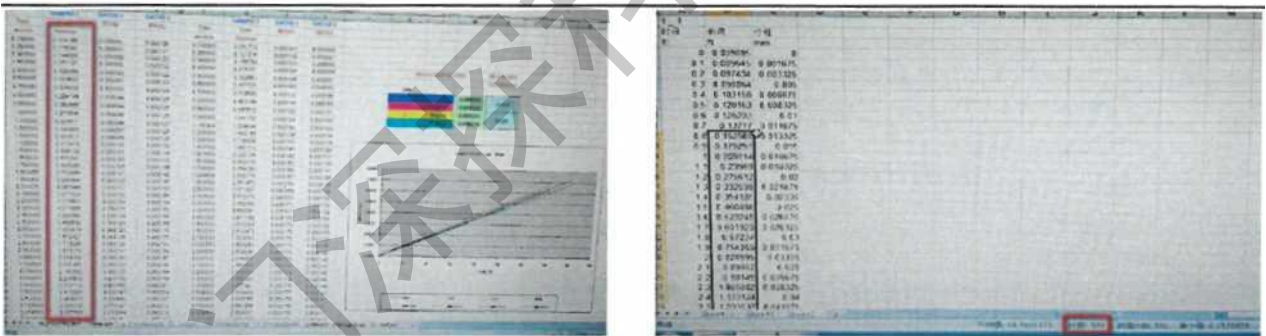

图 45 载荷数据输入
4.4.1.2 打开该样品的万能材料机载荷数据, 根据 4.3.5.1 选择的数据选择相对应行数的载荷数据复制到记录表单《strain load》[a stain load] sheet [Sample 1]的栏目[load]中。以载荷力为 X 轴, 应变系数为 Y 轴构建出线性回归拟合方程的斜率 f 即是该应变片所测的应变系数。(图 45)